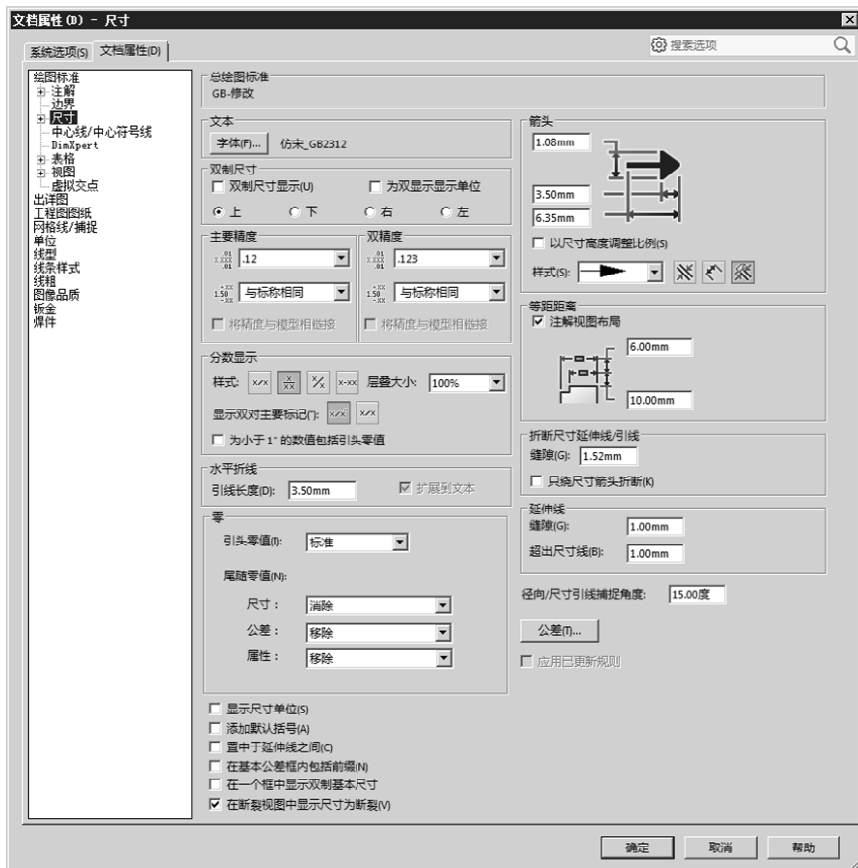

图 3.3.12 “文档属性(D)-尺寸”对话框
Step3. 在对话框左侧的选项区中选取 **尺寸** 选项, 在对话框中添加图 3.3.12 所示的设置。